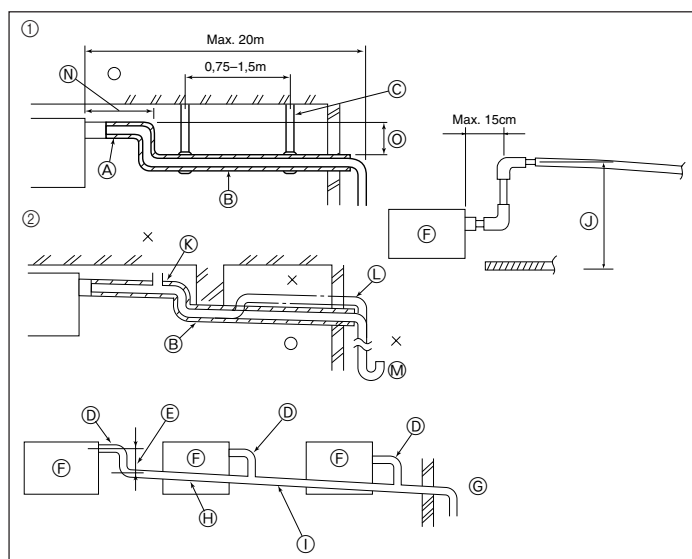

Fig. 3-4
3.3. Installatie van Draineerbuizen (Fig. 3-4)
- ① Juist aangelegde leidingen
② Onjuist aangelegde leidingen
③ Isolatie (tenminste 9 mm)
④ Naar beneden lopend verval (1/100 of meer)
⑤ Ophangbeugel
⑥ Ontluchter